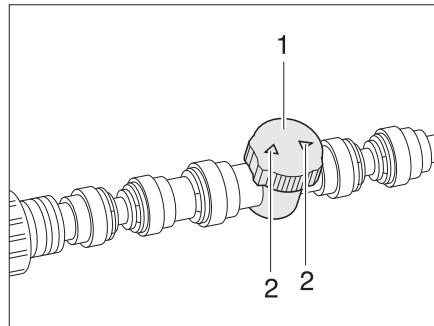

Fig. 116 Régulateur de l'échauffement du plancher
- Régler le régulateur (Fig. 116,1) sur le débit désiré (débit max. = flèche (Fig. 116,2) dans le sens de la conduite).
- Tourner le régulateur (Fig. 116,1) de sorte que la flèche (Fig. 116,2) se trouve en travers de la conduite de chauffage.